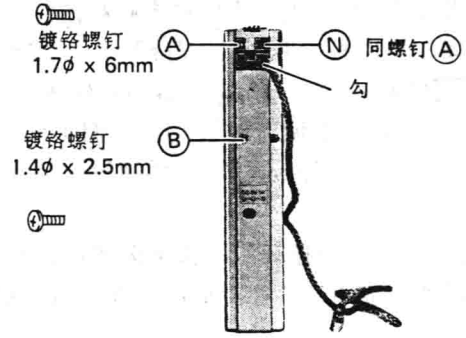
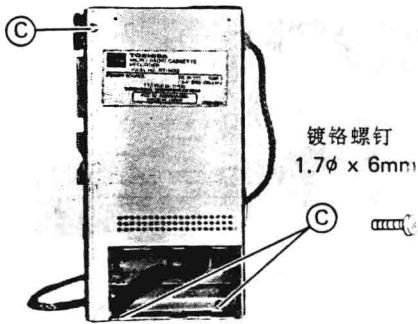
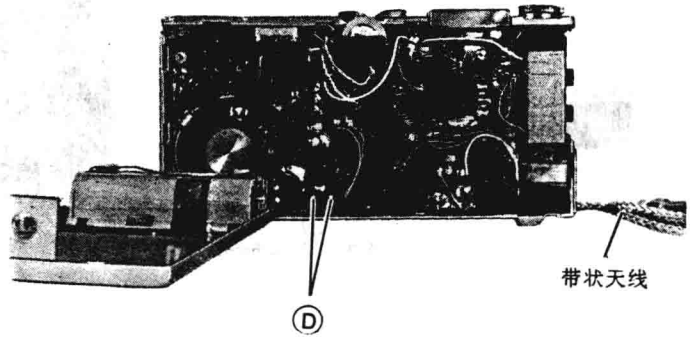

图 1-4
图 1-5
图 1-6
见图 1-4, 拆下固定挂勾的螺钉 A 和把后机壳固定到前机壳上的螺钉 B。拆下电池仓盖。见图 1-5, 拆下后机壳边的一只螺钉 C 和电池仓内的两只螺钉 C。见图 1-6, 拆下与电池端头相连的两根导线 D (红和黑), 即可拆下后机壳。
见图 1-4, 拆下固定挂勾座的螺钉⑨, 另一只螺钉在拆卸后机壳时已拆下。螺钉⑨型号同螺钉⑧。